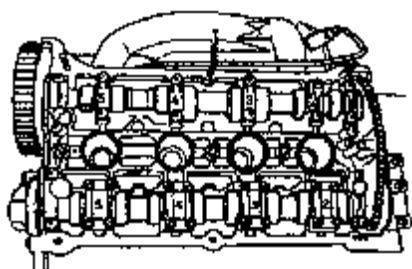

图 4-98 拆卸进排气凸轮轴的轴承盖
(4) 如图 4-98 所示, 拆卸进排气凸轮轴的 3 和 5 道轴承盖。拆卸双列轴承盖和邻接进排气凸轮轴链轮的两个轴承盖。拧下液压传动链张紧装置紧固螺栓。分几步按对角线方向拆下进排气凸轮轴的 2 和 4 道轴承盖紧固螺栓, 然后拆卸下轴承盖。
(5) 拆卸进排气凸轮轴及液压传动链张紧装置。
(3) 将液压传动链张紧装置插入链条，用机油润滑两凸轮轴的工作面，将凸轮轴连带链条及张紧装置一起装到缸盖上。拧紧张紧装置的连接件（注意定位套筒的位置）。分几步，按对角线方向拧紧进排气凸轮轴 2 和 4 道轴承盖（注意定位套筒的位置）（见图 4-98）。